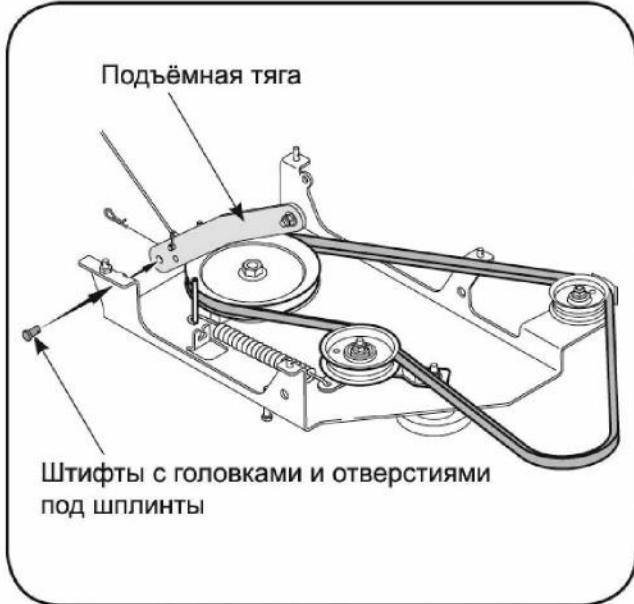

Рис. 14.
4. Совместите отверстия в задней части подъёмных тяг с отверстиями в задней части блока нижней рамы и вставьте в них штифты с головками и отверстиями под шплинты, которые Вы ранее отложили, выполняя первый шаг операции, см. Рис. 14.